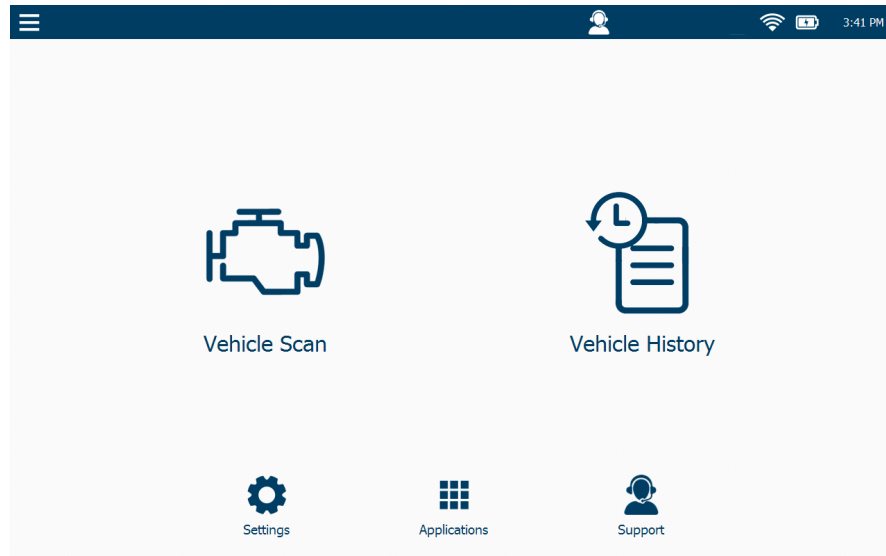

Figura 5.1 Menú Principal
- 1 Seleccione **Vehicle History** en el Menú principal (Figura 5.1).
- 4 Toque la **flecha atrás** nuevamente para regresar al Menú Principal (Figura 5.1).